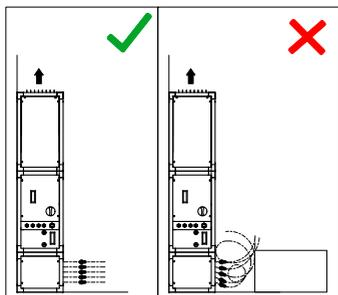

FIG.1
- Faciliter l'entrée d'air dans l'unité en laissant un minimum de 30 cm entre la grille d'aspiration et tout objet ou mur (Fig. 1).